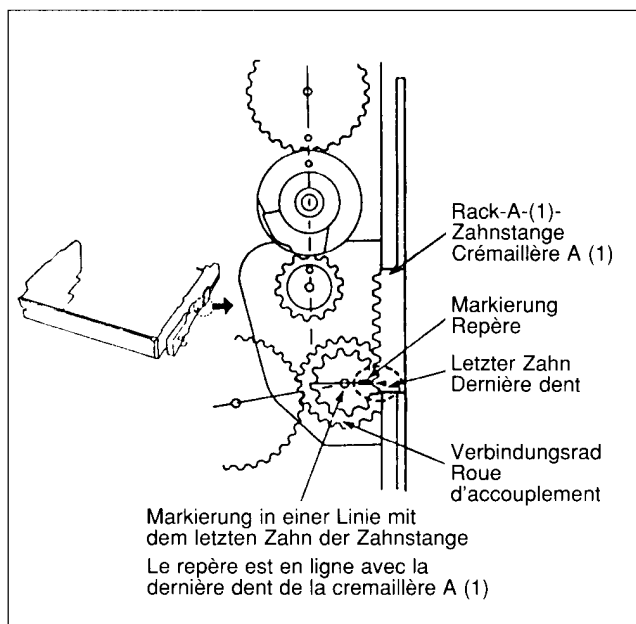

Fig. 19d
6. Das Kassettenfach ohne Kassettenschiebereinheit einbauen. Beim Einbau darauf achten, daß der letzte Zahn der Rack-A-(1)-Zahnstange in einer Linie mit der Markierung auf dem Verbindungsrad ist. Fig. 19d
6. Monter le logement de cassette (sans le tiroir). Veiller à ce que la dernière dent de la crémaillère A (1) soit en ligne avec le repère situé sur la roue d'accouplement. Fig. 19d